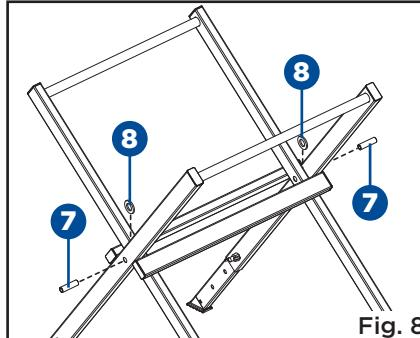

Fig. 8
- Alignez les trous sur l'assemblage intérieur du socle et l'assemblage extérieur du socle. Insérez le manchon (7) dans le trou sur l'assemblage extérieur du socle, la rondelle plate de 14 (8) et le trou sur l'assemblage intérieur du socle. (Fig. 8)